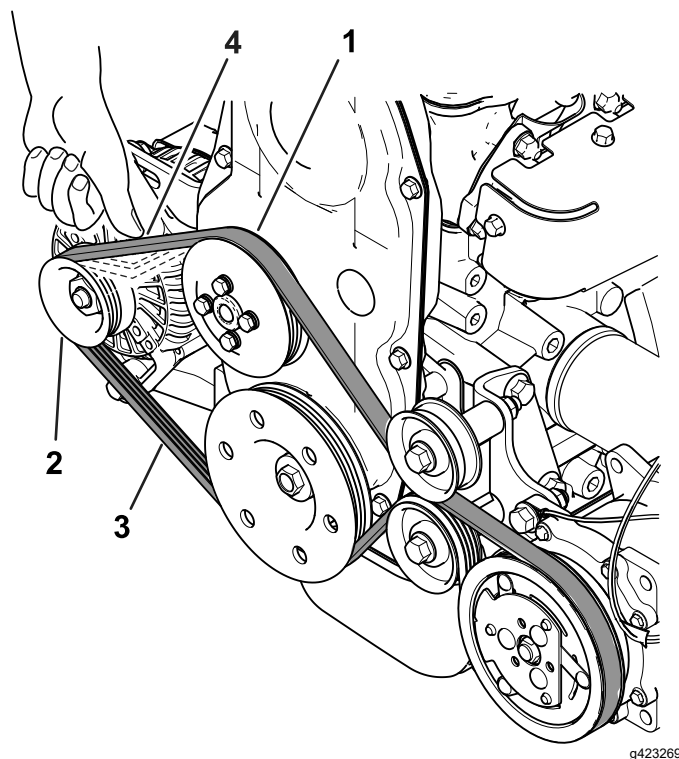

Figura 38
12. Meça a deflexão da correia aplicando 98 N de força ou 8 a 10 mm de deflexão à correia entre a polia do ventilador e a polia do alternador (**Figura 38**).